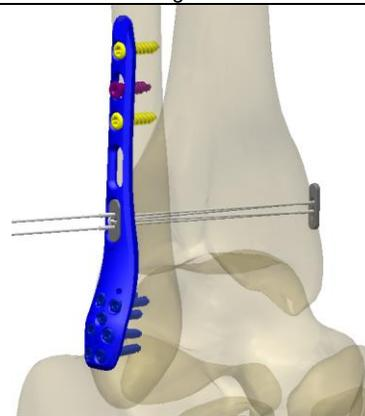

Figura 7
7. Ao final do tracionamento, corte o fio residual da lateral (figura 7).